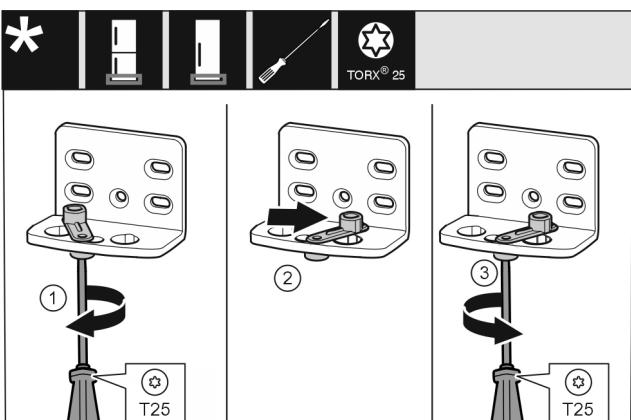

Fig. 16
- Открутите винт отверткой T25. Fig. 16 (1)
- Приподнимите фиксатор двери и поверните в отверстии на 90° направо. Fig. 16 (2)
- Затяните винт отверткой T25. Fig. 16 (3)